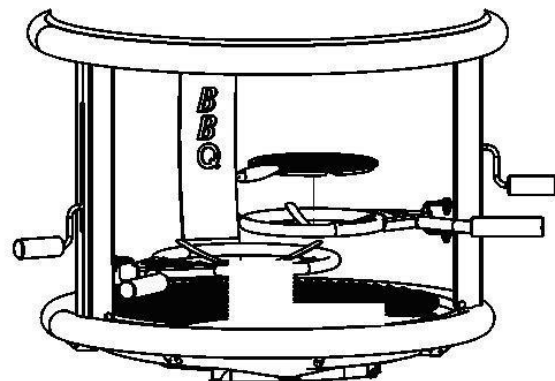

Рисунок 9
13. При необходимости на очаг можно установить решетку из нержавеющей стали. Установите контактный гриль на меньшую по размеру поворотную подставку, убедившись что он правильно встал на место в специально предназначенные пазы (рис. 9)